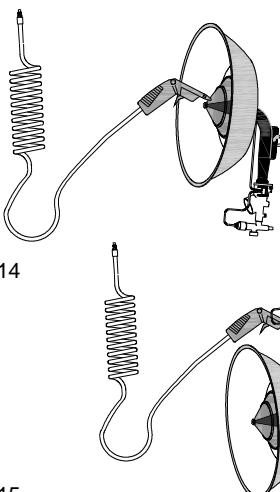
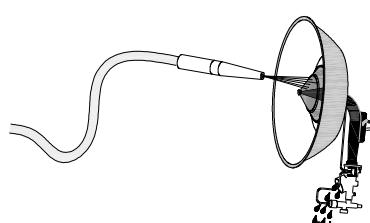

Fig. 14
Fig. 15
a) Limpieza con aire (Fig. 14 y Fig. 15)
- Colocar el radiador de forma vertical con la conexión de gas hacia abajo, y proyecte el aire comprimido por toda la superficie del cono exterior dirigiendo el chorro de aire hacia el cono interno (Fig.14).
Déle la vuelta al equipo y sopla el aire comprimido a través de la abertura de entrada de aire. (Fig. 15).
a) Cleaning with air (Fig. 14 and Fig. 15)
- Position the brooder upright, with the gas connection facing down, and direct the compressed air over the entire surface area of the outer cone, aiming the air jet at the inner cone (Fig. 14).
Turn the appliance over and blast the compressed air through the air inlet opening (Fig. 15).
a) Nettoyage à l'air comprimé (Fig. 14 et Fig. 15)
- Placez le radiateur verticalement avec le raccordement de gaz vers le bas, et projetez l'air comprimé sur toute la surface du cône extérieur en dirigeant le jet d'air vers le cône interne (Fig. 14).
Retournez le radiateur et projetez l'air comprimé au travers de l'ouverture d'entrée d'air. (Fig. 15).